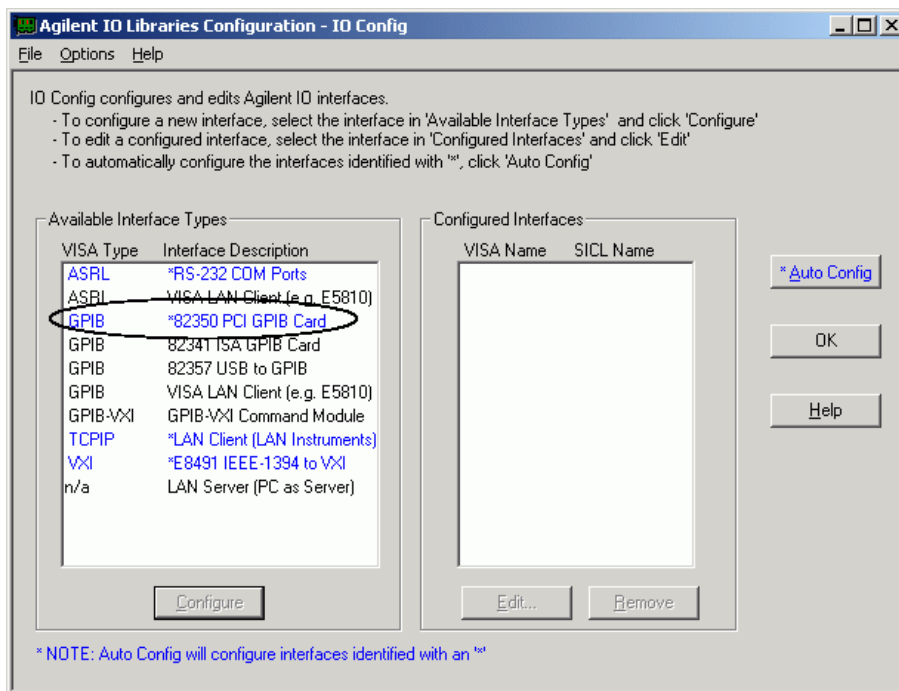

Figura 17 Selección del tipo de interfase correcto en la pantalla I/O Config
- 5 Seleccione el tipo de interfase correcto en la lista de tipos disponibles: "82350 PCI GPIB" para la tarjeta Agilent 82350 (consulte Figura 17 en la página 52).